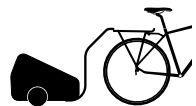

Fig. 4/16 Barra media para sujeción
- Barra media para sujeción para montaje en portaequipaje („Fig. 4/ Barra media para sujeción” en la página 16)